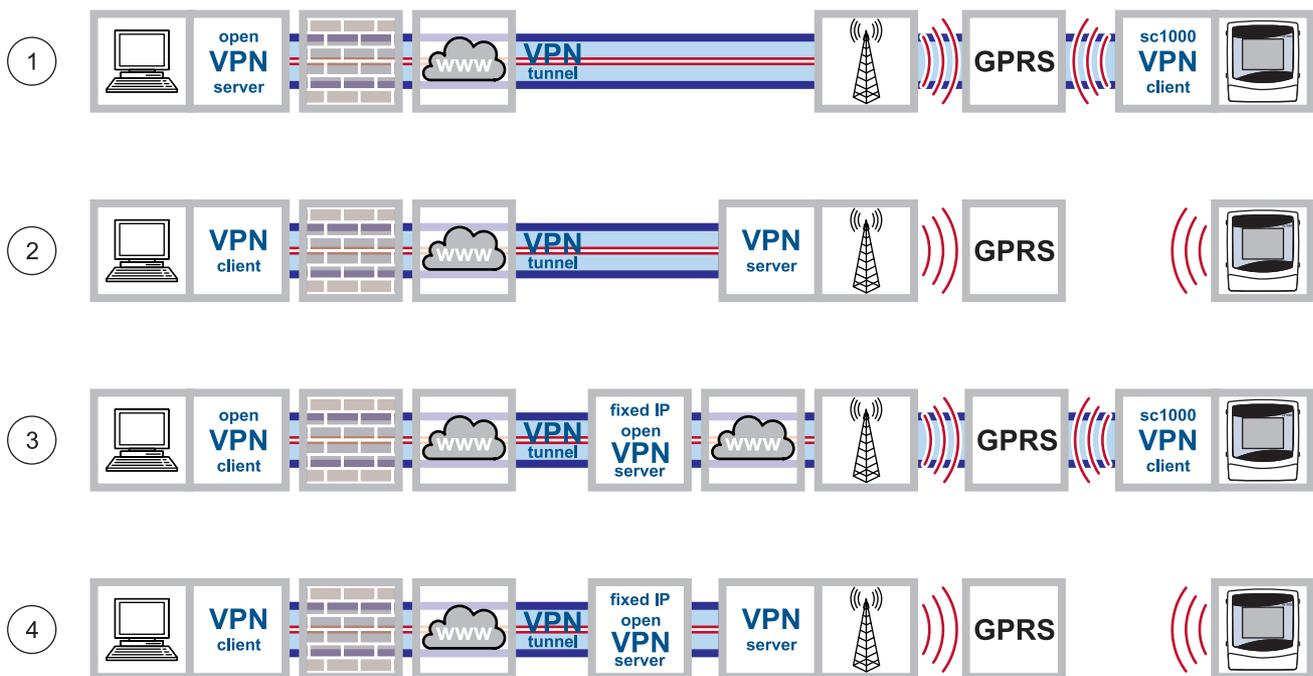

Abbildung 18 GPRS-Verbindungen
Alle GPRS-Verbindungen werden über einen Mobilfunkanbieter abgewickelt. Hier werden diese GPRS-Verbindungen beschrieben (Abbildung 18):
- GPRS-Verbindung mit einem sicheren VPN-Tunnel (Abbildung 18, Punkt 1)
- GPRS-Verbindung über einen VPN-Server des Mobilfunkanbieters (nur möglich, wenn ein CDA-Konto beim Mobilfunkanbieter vorhanden ist) (Abbildung 18, Punkt 2)
- GPRS-Verbindung über einen Fixed-IP VPN-Server (Abbildung 18, Punkt 3)
- GPRS-Verbindung über einen Fixed IP-Dienst und VPN-Server des Mobilfunkanbieters (Abbildung 18, Punkt 4)